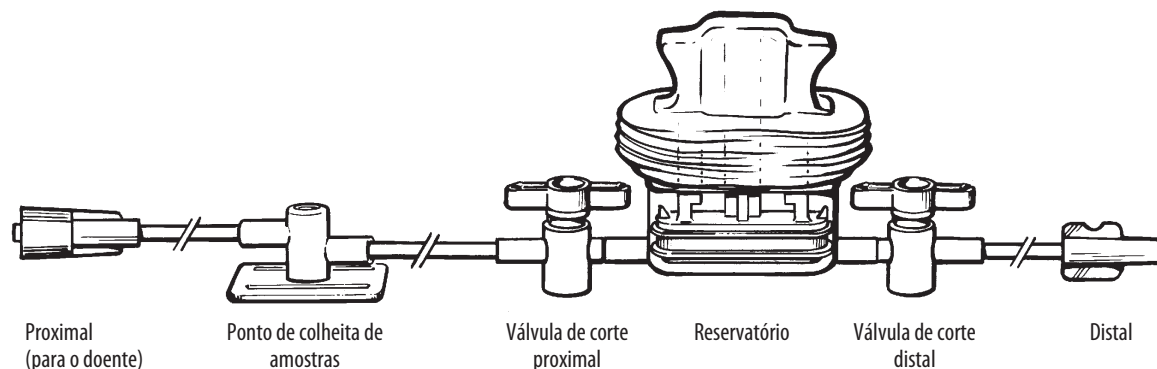

Figura 1
5. Ligue a extremidade proximal do kit de forma segura com o conector luer-lock macho ao cateter pré-cheio (Figura 1).